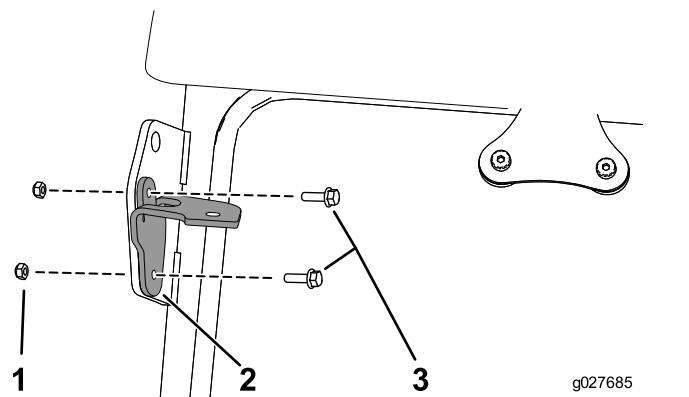

図 2
1. キャブの右前吊り上げポイントのところに、右マウントを取り付けるボルトM62本とナット2個を使用する 図 2。
2. キャブの左前吊り上げポイントのところに、左マウントを取り付けるボルトM62本とナット2個を使用する 図 2。